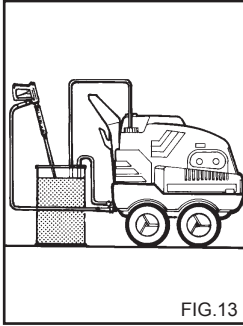

FIG.13
**OPERACIONES PARA EL USO DEL ANTIHIELO (fig. 13)**